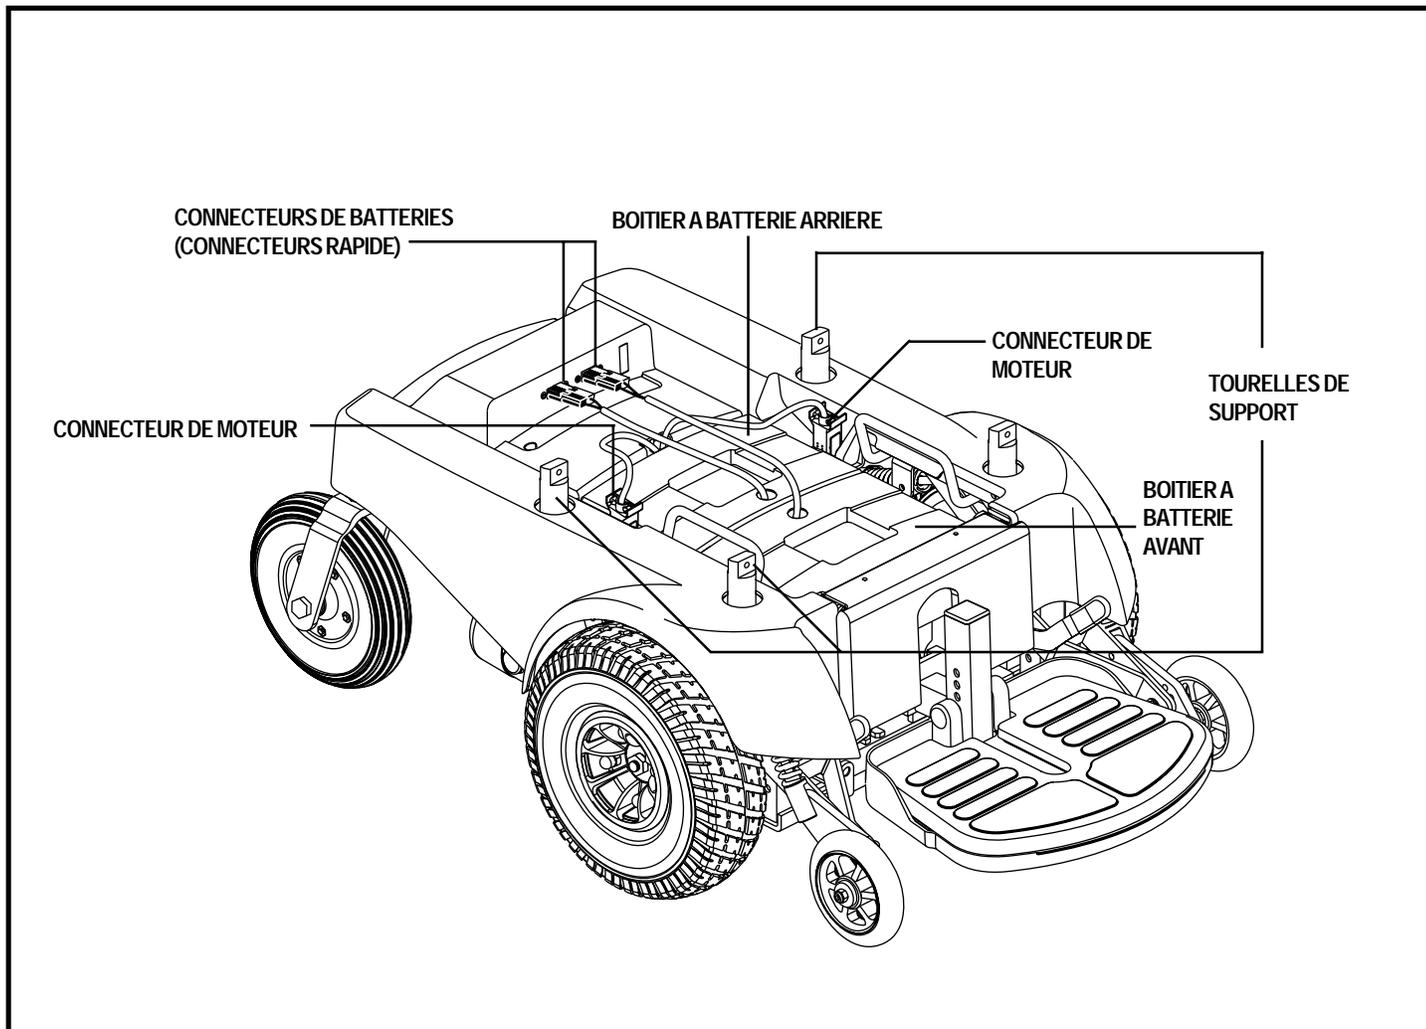

Figure 7. Base motorisée vue de haut
5. Débranchez les deux batteries et les connecteurs des deux moteurs. Voir la figure 7.